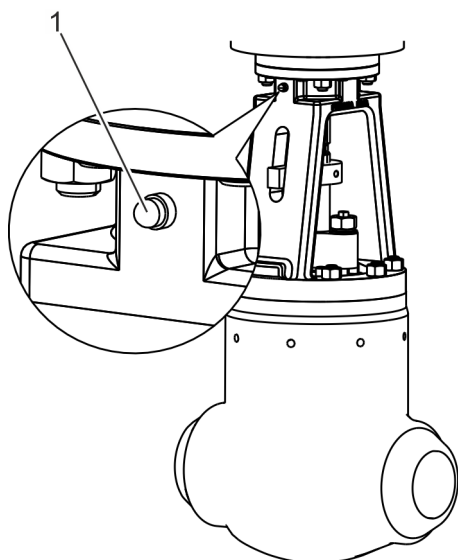

Fig. 18: Boquilla de lubricación
- Lubrique la rosca del husillo y los cojinetes a través de la boquilla de lubricación (Fig. 18).